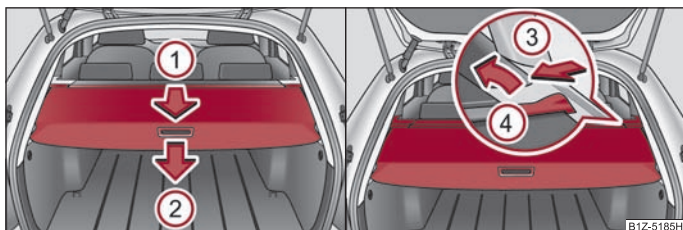

Fig. 73 Spaiul pentru bagaje: masca rulată a portbagajului/Scoaterea măștii rulante a portbagajului
- Trageți masca rulată din portbagaj până la limită în sensul indicat (1) în poziția asigurată ⇒ fig. 73.
Dacă doriți să utilizați întregul portbagaj, puteți demonta masca rulantă a portbagajului ⇒ pagina 74, fig. 73.